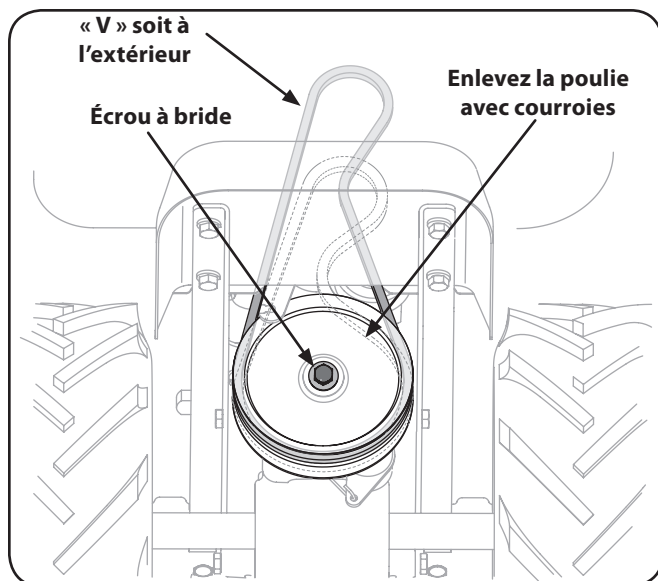

Figure 7-5
- Enlevez l'écrou à bride qui retient la poulie de la transmission, puis démontez la poulie et les deux courroies. Voir la Figure 7-5.